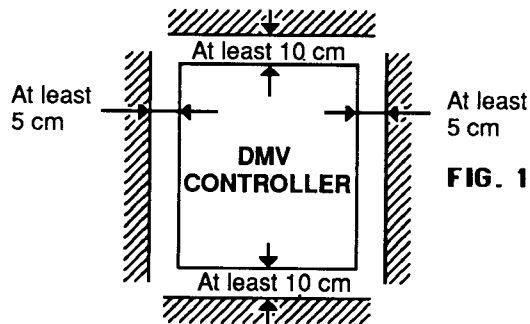

FIG. 1
- MAINTAIN A MINIMUM DISTANCE OF 50 to 100 mm AROUND THE UNIT (SEE FIG.1).